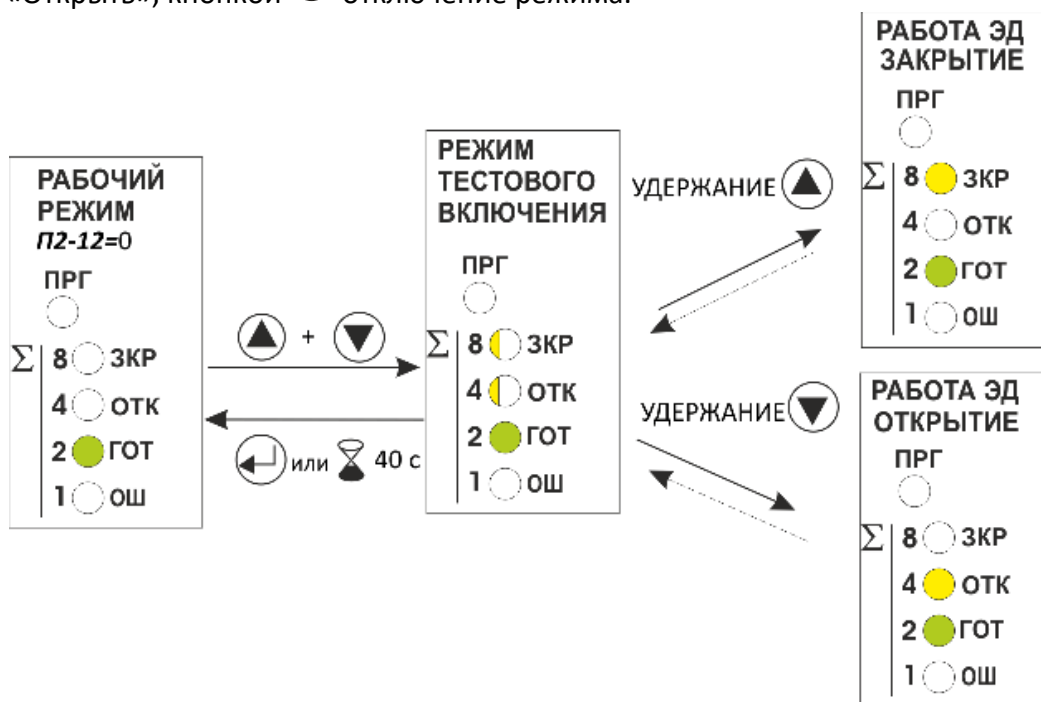

Рисунок 11 - Схема работы режима тестового включения (уставка **П2-12=0**)
1.12.2 Режим тестового включения доступен для включения при значении уставки **П2-12=0** (заводская настройка) и может быть включен по одновременному нажатию кнопок  и  (рис. 11). После этого нажатием  или  осуществляется включение электродвигателя в направлении «Закреть» или «Открыть», кнопкой  отключение режима.